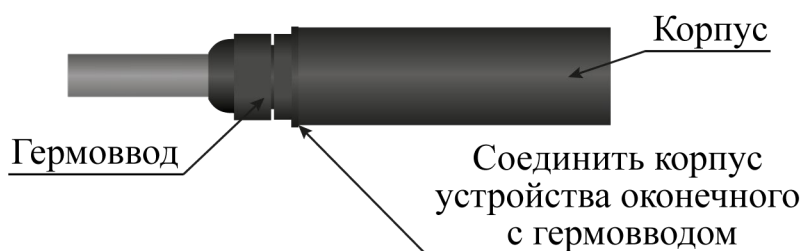

Рисунок 4.30
- накрутить корпус устройства оконечного на гермоввод до упора, не допуская проворачивания экрана относительно кабеля внутри устройства оконечного (рисунок 4.30);